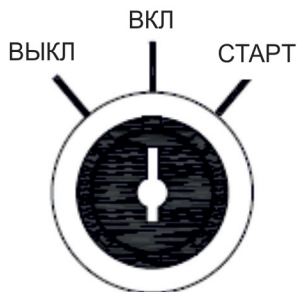

Рис. 16
3. Ключ зажигания поверните в положение «ВКЛ» (рис. 16)
Поверните ключ зажигания в положении «СТАРТ» (рис. 16) и удерживайте в этом положении до пуска электростанции, но не более 5 секунд. После запуска электростанции нужно отпустить ключ зажигания. Он автоматически вернется в положение «Вкл»